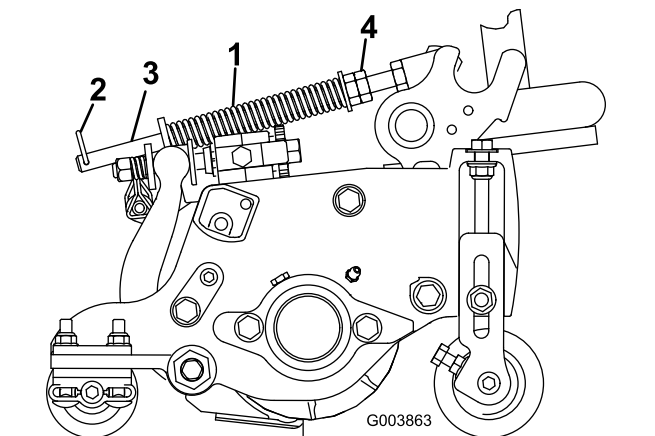

Bild 18
2. Ziehen Sie die Sechskantmuttern vorne an der Federstange an, bis die zusammengedrückte Länge der Feder an 12,7-cm-Mähwerken 12,7 cm oder an 17,8-cm-Mähwerken 15,9 cm beträgt (Bild 18).
Die Rasenkompensierungsfeder (Bild 18) verlagert das Gewicht von der Front- zur Heckrolle. Dies reduziert ein Bobbing genanntes Wellenmuster auf der Grünfläche.
1. Stellen Sie sicher, dass der Splint in das hintere Loch in der Federstange eingesetzt ist (Bild 18).